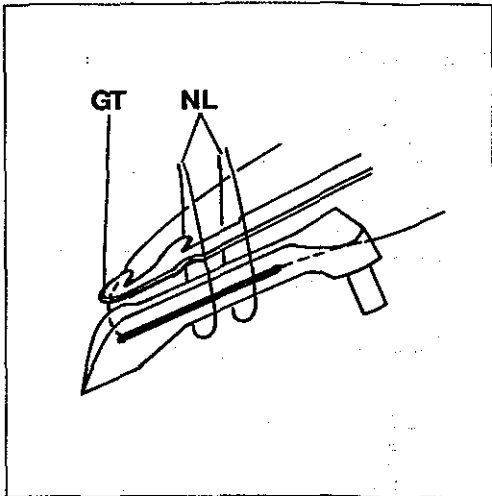

Fig.46
The setting of the lower knife tip described in item 3 is a basic adjustment. The setting has to be checked according to Figs. 46 and 47.
Die Einstellung der Untermesserspitze nach Punkt 3 ist eine Grundeinstellung. Die Einstellung muß entsprechend der Fig. 46 und 47 geprüft werden.
The lower knife must pass through the needle thread loops (NL, Fig. 46) and deflect the looper thread at edge (GT).
Das Untermesser muß durch die Nadelfadenschlingen (NL, Fig. 46) hindurchgehen und an der Kante (GT) den Greiferfaden ablenken.